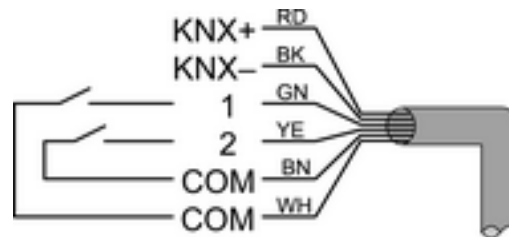

Bild 2: Anschlussbelegung Steuerleitung
- Ggf. potentialfreie Kontakte an Eingänge anschließen (Bild 2).